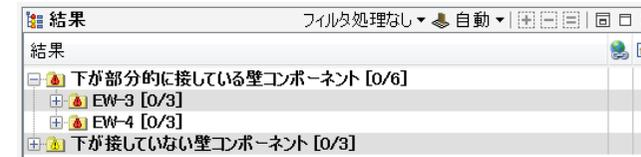

図 40 結果ビュー
- 6) 6 つの案件が「下が部分的に接している壁コンポーネント」の категорияに属しています。（図 40 を参照）